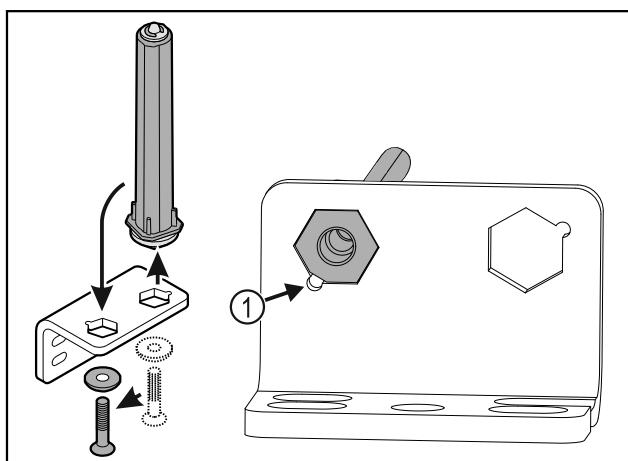

Fig. 19
- ▶ Pobrinite se za to da je prilikom umetanja zakošenje na svornjaku Fig. 19 (1) usmjereni prema okrugloj rupi.